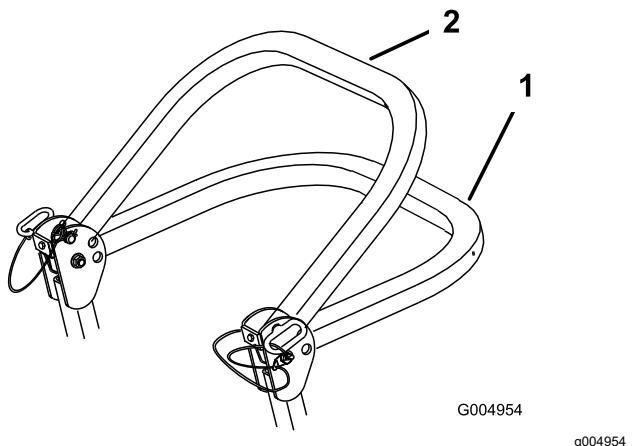

Figura 8
2. Baje la barra anti-vuelco (Figura 8).
Nota: Hay dos posiciones de bajada; consulte Figura 8.